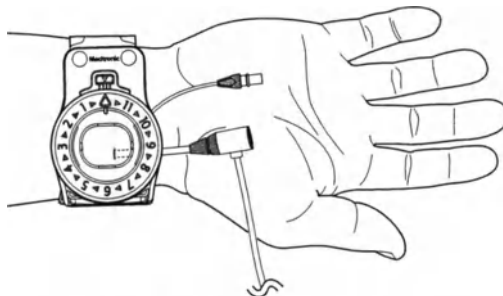

Figura 2. Posicionamento da braçadeira com fechamento
3. Posicione a braçadeira com fechamento sobre o pulso de modo que o local de acesso esteja visível através da janela transparente e o centro do mostrador esteja alinhado com a arteriotomia (Figura 2).